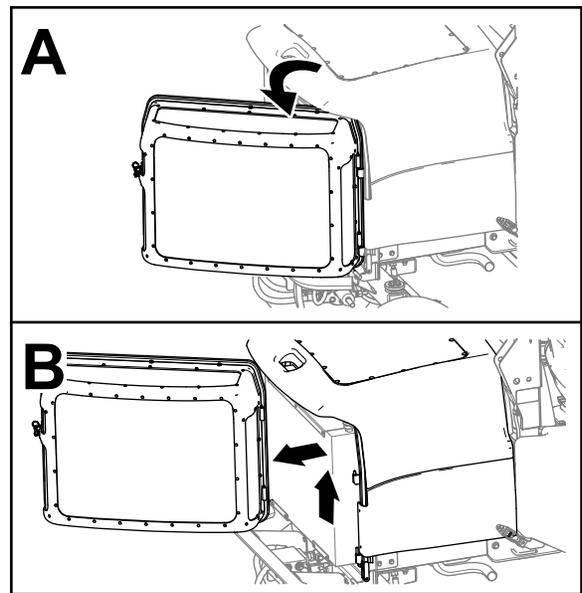

図 66
3. エンジンスクリーンのラッチを外し、開き、マシンから持ち上げる(図 66)。